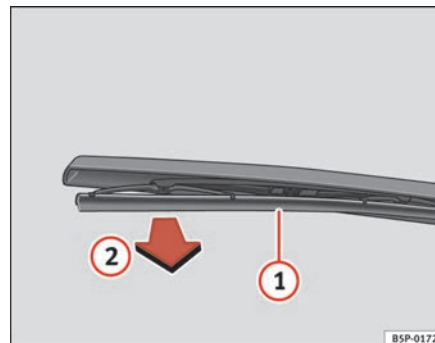

Fig. 169 Cambio de la escobilla del limpialuneta
- Separe el brazo del limpialuneta de la luneta ⇒ fig. 169
- Desenclipe la escobilla ① y tire de ella ②. ⇒ fig. 169